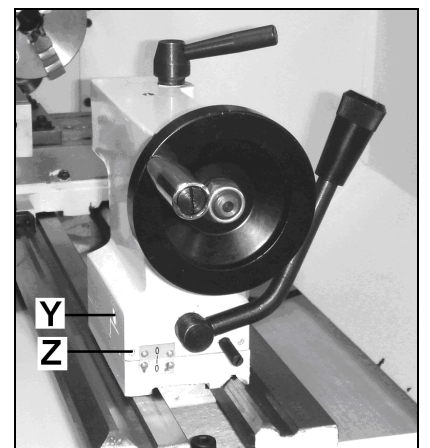

Fig 14
Zur Verstellung die Reitstock-Klemmschraube (Z, Fig 14) lösen und mit den Schrauben (Y) justieren.